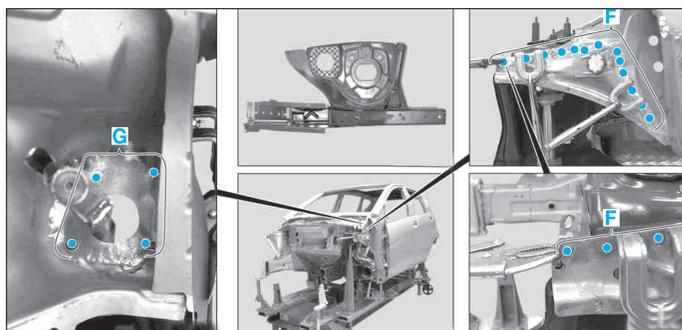

FIG. 19
- Souder les points dans les zones (F) et (G) (Fig.19).